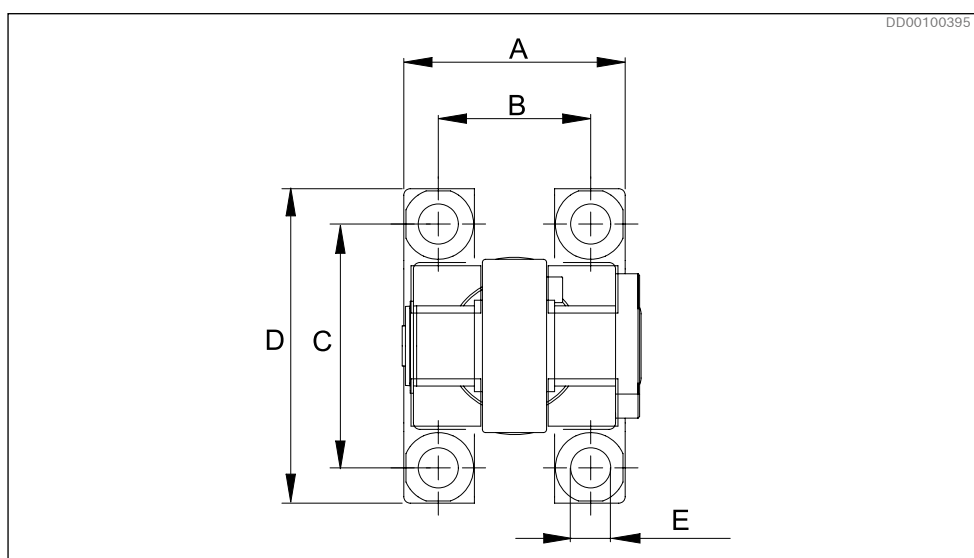

Fig. 28: Patrón de perforación para conexión articulada y cilindro hidráulico para DTCA
- ▶ Patrón de perforación y medidas para fijar en el suelo ver Fig. 28 y Tabla 11.